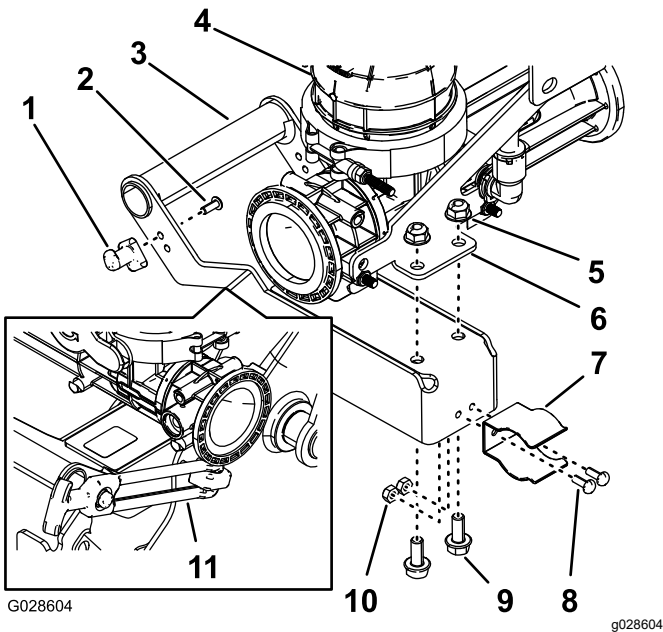

図 22
1. エダクタのハンドルにラッチポストを組み付ける 図 22 ソケットヘッドねじ #10-24 x 1/2 インチ 2本を使用する。